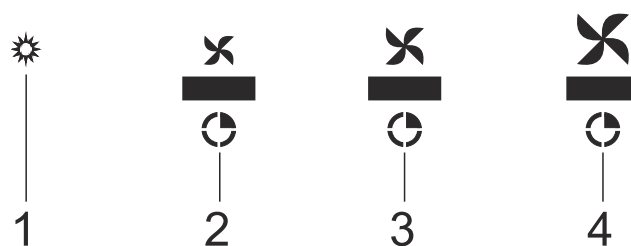

Fig. 15
1. ➔ Pulse este botón para encender o apagar la lámpara. (Fig. 15 /1).
2. ➔ Toque este botón para ejecutar el producto al primer nivel de velocidad (Fig. 15/2).
3. ➔ Toque este botón para ejecutar el producto al primer nivel de velocidad (Fig. 15/3).
4. ➔ Toque este botón para ejecutar el producto al primer nivel de velocidad (Fig. 15/4).
5. ➔ **Temporizador:** Se habilitará una función de temporizador de 15 minutos, cuando esta función esté habilitada, la lámpara del botón parpadeará y después de 15 minutos el motor se detendrá automáticamente (Fig. 15/ 2,3,4)